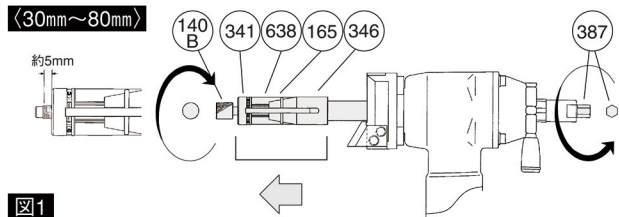

図1
- ⑤ (140B) 袋ナットを左回転させ、取り付けてください。これで、取り付け作業は完了です。
■チャックの取り外し方法 (図1)
- ① (140B) 袋ナットを右へ回して取り外してください。